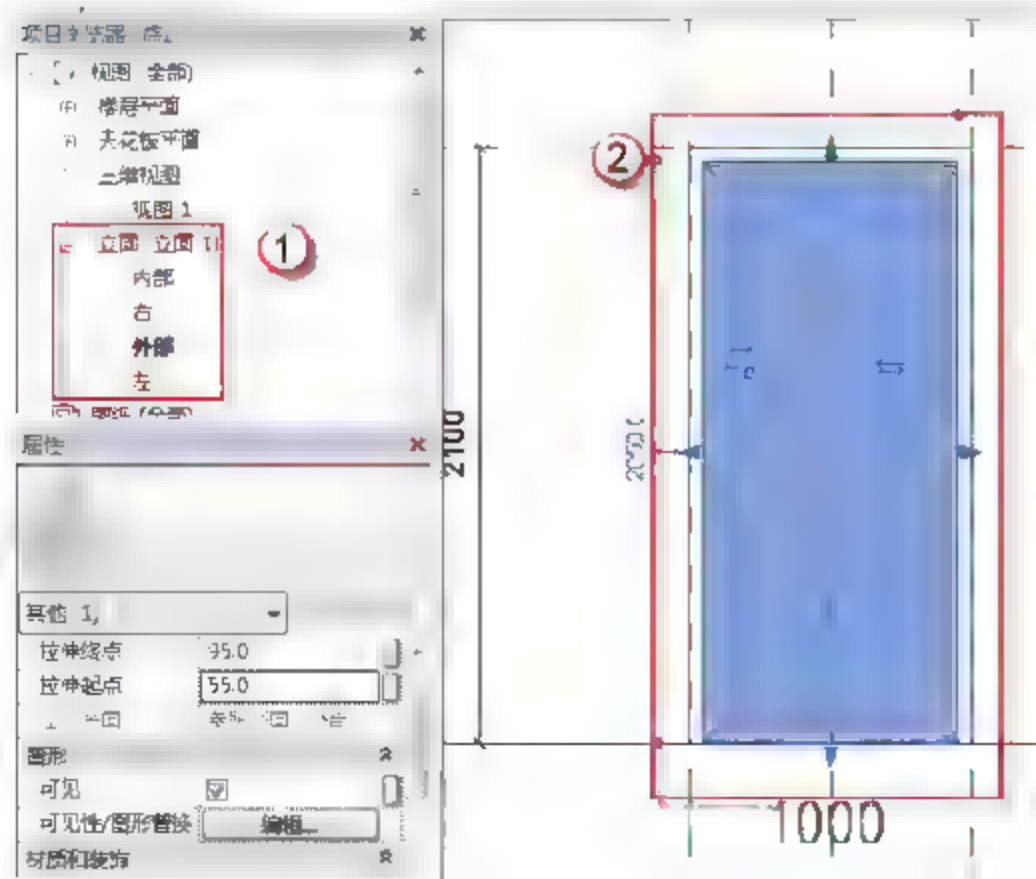
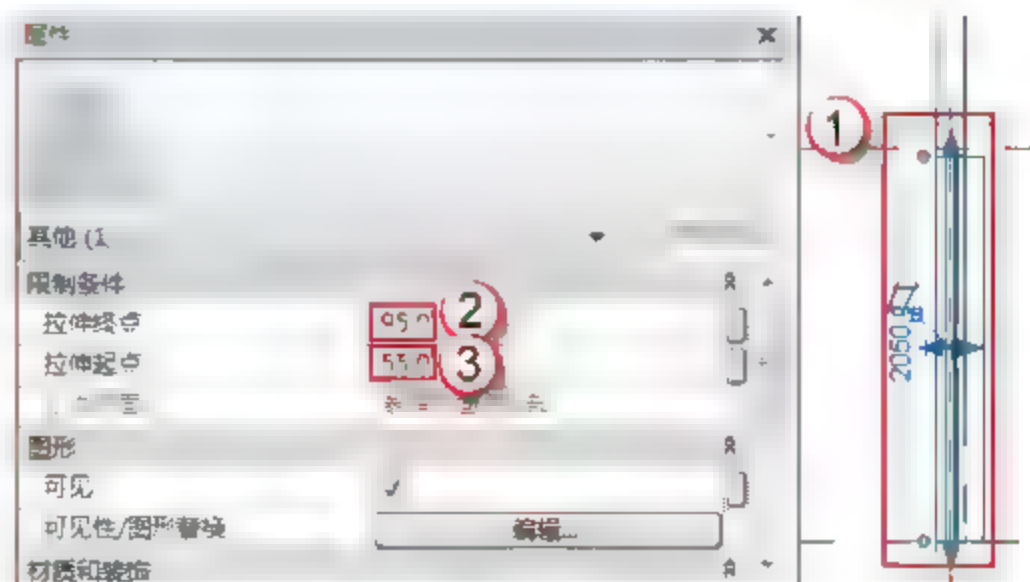

图 6.1.133 单开门 M1021 门板的左立面图
图 6.1.134 修改门板的位置及厚度
(15) 选择“项目浏览器”中的“立面(立面1)”→“左”选项,可以进入单开门 M1021 的左立面视图,如图6.1.133所示。修改门板的位置及厚度,选择绘制好的门板,打开“属性”面板,在“拉伸终点”中输入“95”字样,在“拉伸起点”中输入“55”字样,如图6.1.134所示。